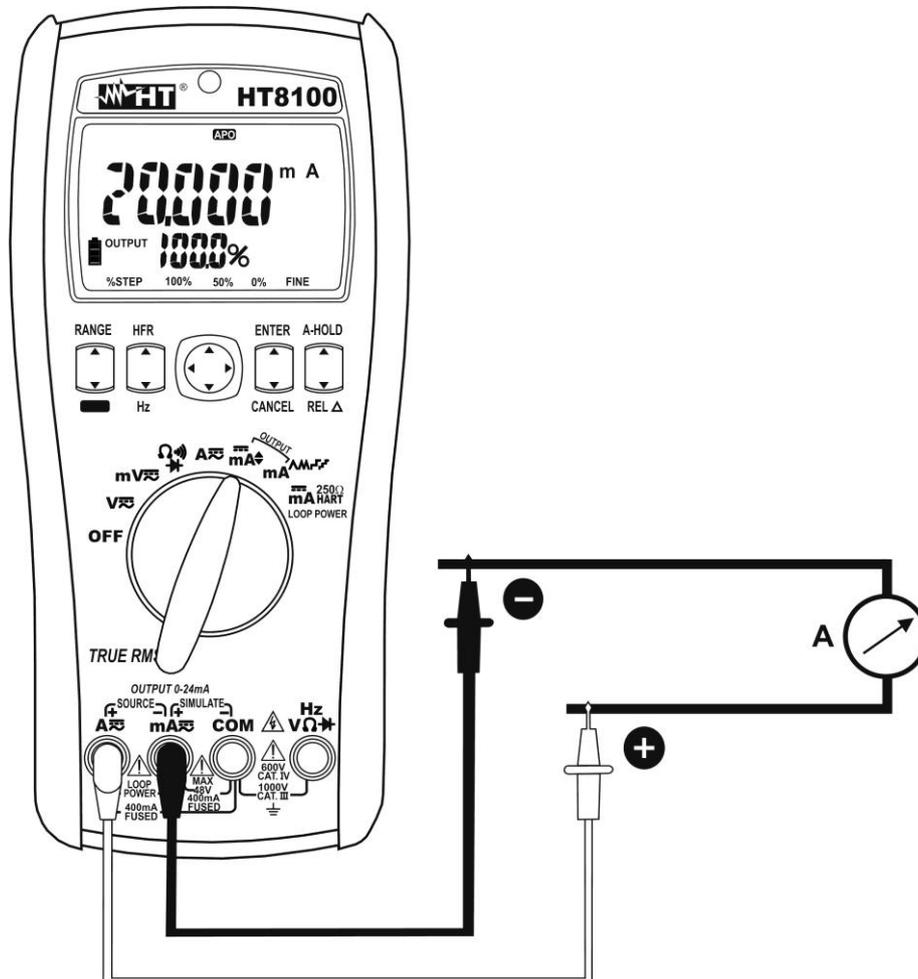

Fig. 8: Uso do instrumento para a geração de corrente CC
5. Colocar a ponteira vermelha e a ponteira preta respectivamente nos pontos com potencial positivo e negativo do dispositivo externo passivo que deve receber a alimentação (ver Fig. 8).